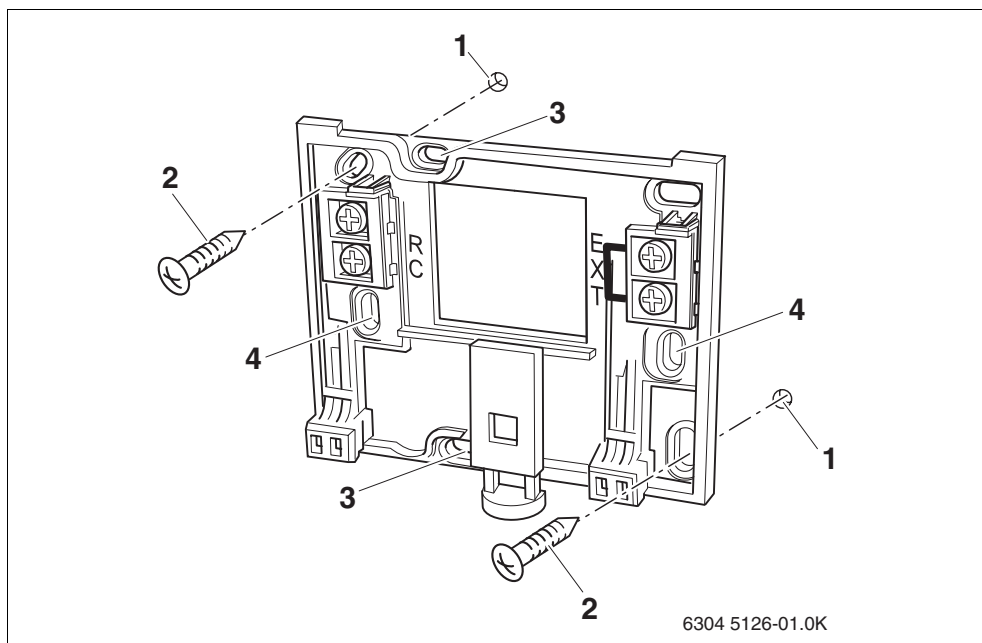

Рис. 3 Крепление монтажной панели на штукатурку
- Просверлите два отверстия в размеченных местах в стене, для чего используйте монтажную панель в качестве шаблона (рис. 3).
- Вставьте входящие в поставку дюбели в просверленные отверстия (рис. 3, поз. 1).
- Закрепите монтажную панель винтами (рис. 3, поз. 2), входящими в поставку.
При монтаже в подштукатурную коробку можно использовать вертикальные и горизонтальные отверстия (рис. 3, поз. 3 и поз. 4).